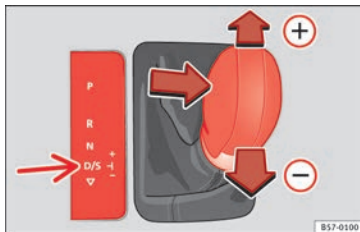

Bild 192 Mittkonsolen: växla med Tiptronic
– För väljarspaken framåt mot (+) för att välja en högre växel » **bild 192**.